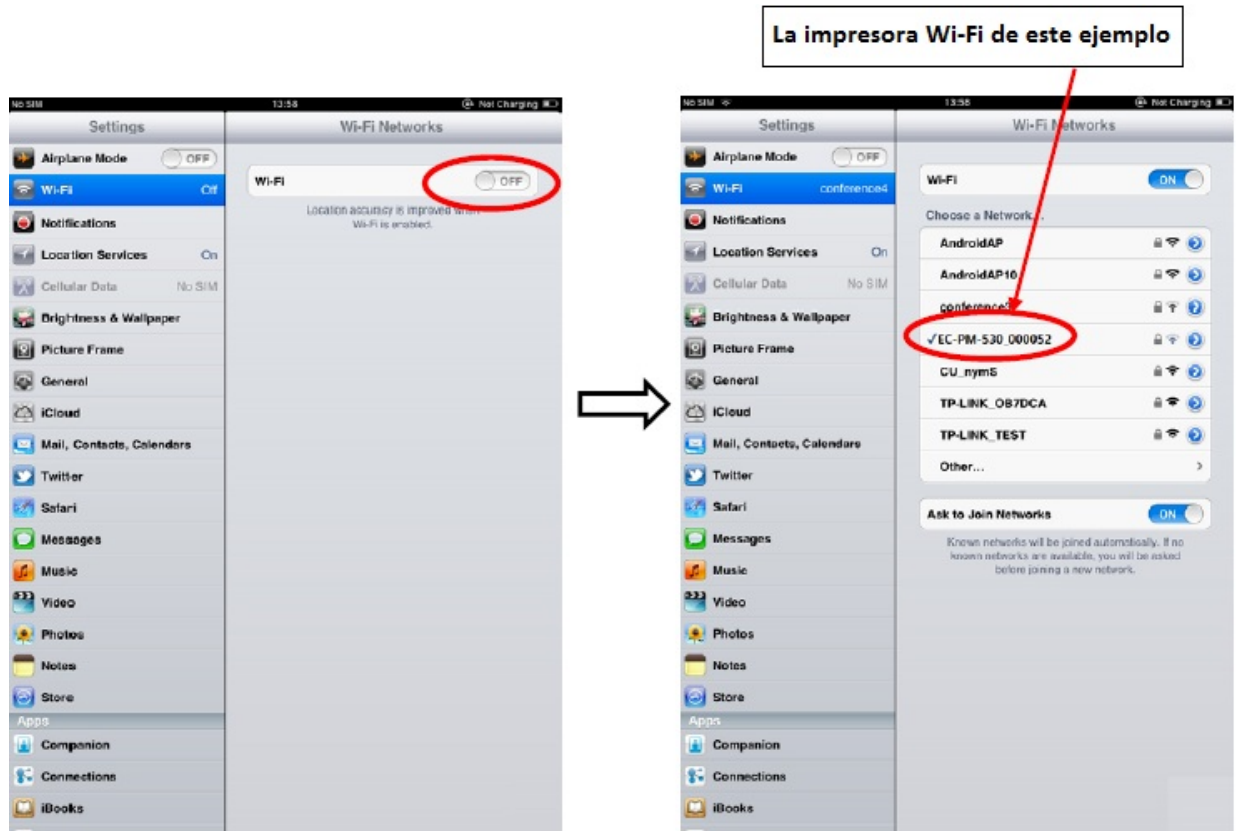

Figura 3
2. Haga click en "Settings" y aparecerá la interfaz. Seleccione "ON" en la función "WLAN", haga click para conectar en la impresora Wi-Fi buscada por el teléfono móvil. El nombre predeterminado de la impresora Wi-Fi está compuesto de "el modelo de la impresora + 6 números y letras" (Como se muestra en la Figura 3).